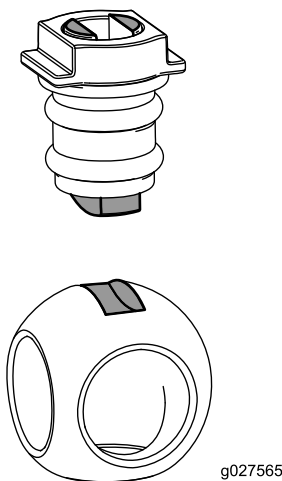

図 114
6. バルブボディーにボールを入れる 図 114。
注 バルブのステムはボール駆動スロットに収まりません。収まらない場合は、ボールの位置を調節してください 図 114。